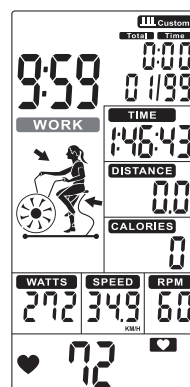

FIGURA 36
- El tiempo se reduce del tiempo total preestablecido y WORK parpadea una vez por segundo. Luego TIEMPO (PANTALLA 3), DISTANCIA (PANTALLA 4), CALORÍAS (PANTALLA 5), WATTS (PANTALLA 6), VELOCIDAD (PANTALLA 2) Y RPM (PANTALLA 1) empezar a contar, el recuento de muestra '01 / XX' (Figura 36).